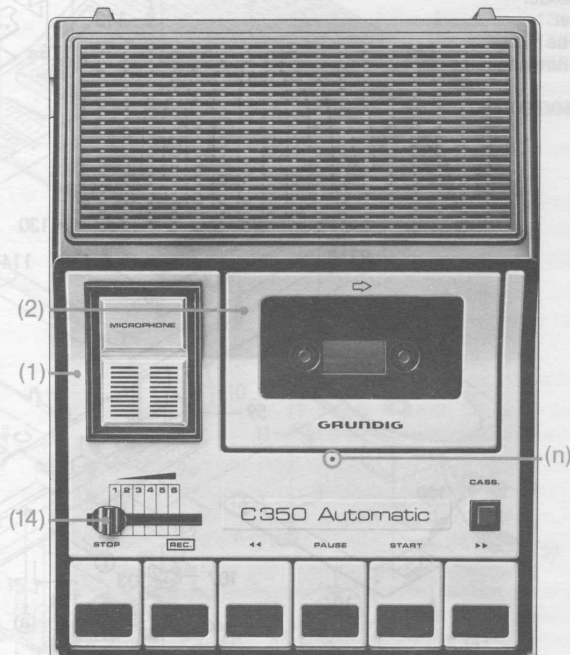

Abb. 1
- Lautstärkekнопf (14) abziehen (Bild 1)